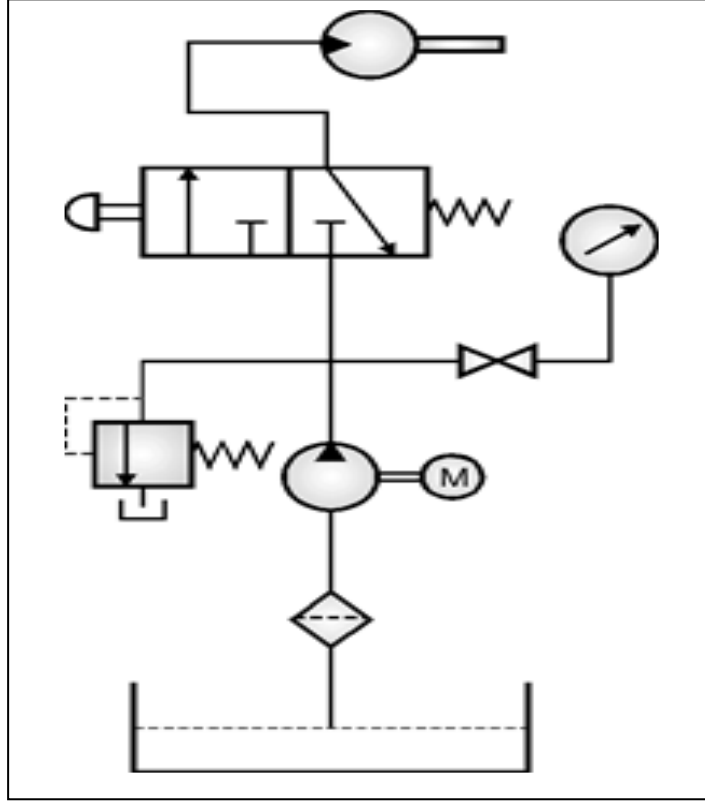

**Figure 4.2.3** डबल- ऑक्टिंग सिलेंडर ऑपरेट करणे सर्किट
डबल-अक्विंग हायड्रॉलिक सिलेंडरसाठी पुढे आणि मागे परत येण्यासाठी नियंत्रण प्रदान करणे आवश्यक आहे. पिस्टन कोणत्याही मधल्या स्थितीत 'इंचिंग' किंवा 'होल्ड' करता येण्याची सोय असावी. तसेच, पिस्टनच्या पुढे आणि परत येण्याच्या स्ट्रोकदरम्यान वेग समान असावा. या सर्किटचे ऑपरेशन हस्तचालित (मॅनुअली) असते. Figure 4.2.3 मध्ये वरील आवश्यकतांना पूर्तता करणारे हायड्रॉलिक सर्किट दाखविले आहे. या परिपथामध्ये तीन-स्थिती, चार-मार्ग, हस्तचालित मॅनुअली डायरेक्शनल कंट्रोल व्हॉल्व्ह (टँडेम पोझिशन) आणि डबल-अक्विंग सिलेंडर समाविष्ट आहे. जेव्हा 4/2 डायरेक्शनल कंट्रोल (DC) व्हॉल्व्ह हस्तचालित पद्धतीने डाव्या स्थितीत हलवला जातो, तेव्हा पंपामधून तेल सिलेंडरच्या ब्लाइंड एंडकडे प्रवाहित होते. जेव्हा तेल पोर्ट P मधून पोर्ट A द्वारे प्रवाहित होते, तेव्हा सिलेंडर लोडच्या विरुद्ध दिशेने विस्तारित (Extend) होतो. त्याच वेळी, सिलेंडरच्या रॉड साइडमधील तेल 4/2 व्हॉल्व्हमधील पोर्ट B मधून पोर्ट T द्वारे मोकळेपणाने टाकीत परत जाते. एक्सटेंशन स्ट्रोकच्या शेवटी, 4/2 DC व्हॉल्व्ह हस्तचालित पद्धतीने उजव्या स्थितीत (राईट इन्व्हलप) हलवला जातो.